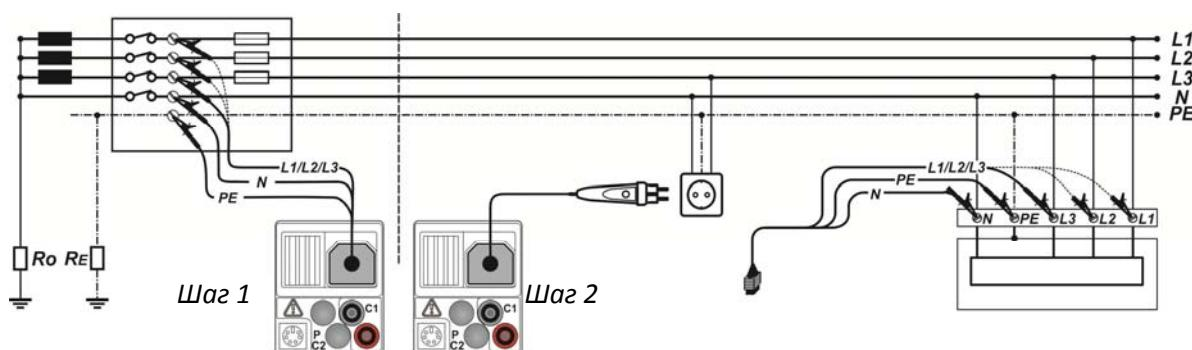

Рисунок 5.33: Измерение падения напряжения линии фаза-нейтраль или фаза-фаза – подключение штепсельного щупа «plug commander» и 3-х проводного тестового кабеля
- **Подключите** измерительную проводку к исходной точке тестируемой электрической установки (см. Рисунок 5.33: *Измерение падения напряжения линии фаза-нейтраль или фаза-фаза – подключение штепсельного щупа «plug commander» и 3-х проводного тестового кабеля*).
- **Подключите** измерительную проводку (выводы) к тестируемым точкам (см. Рисунок 5.33: *Измерение падения напряжения линии фаза-нейтраль или фаза-фаза – подключение штепсельного щупа «plug commander» и 3-х проводного тестового кабеля*).